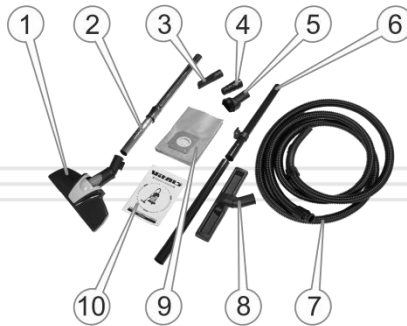

Рисунок 2. Комплектація виробу
2. Подовжувач рукава(2 шт.) (6, рис.2).
3. Щітка для підлоги (1, рис.2).
4. Паперовий мішок для пилу (9, рис.2).
5. Насадка для чищення важкодоступних ділянок (щілинна) (3, рис.2).
6. Насадка з щетиною для чищення м'яких поверхонь (5, рис.2).
7. Адаптер для електроінструменту (4, рис.2)..
8. Подовжувач рукава телескопічний(2, рис.2).
9. Рукав 4,5 м (D32 мм) (7, рис.2).
10. Щітка для вологого прибирання (8, рис.2).
13. Інструкція з експлуатації (10, рис.2).